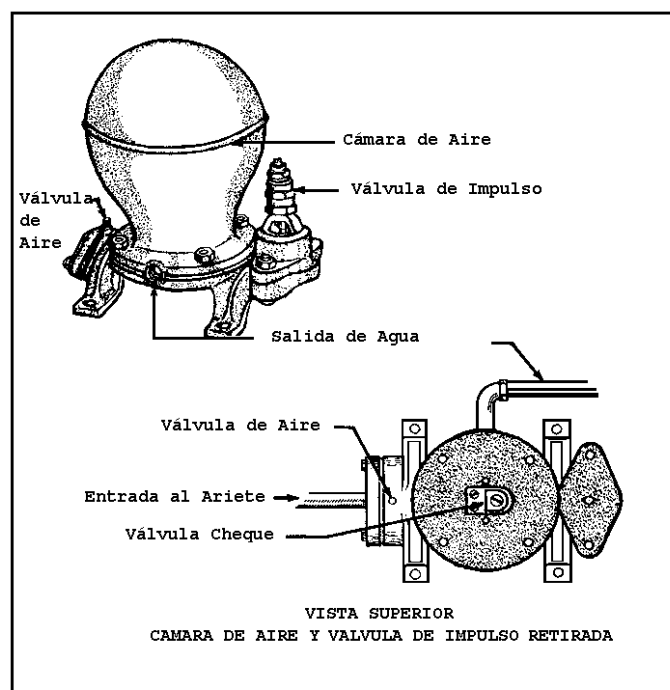
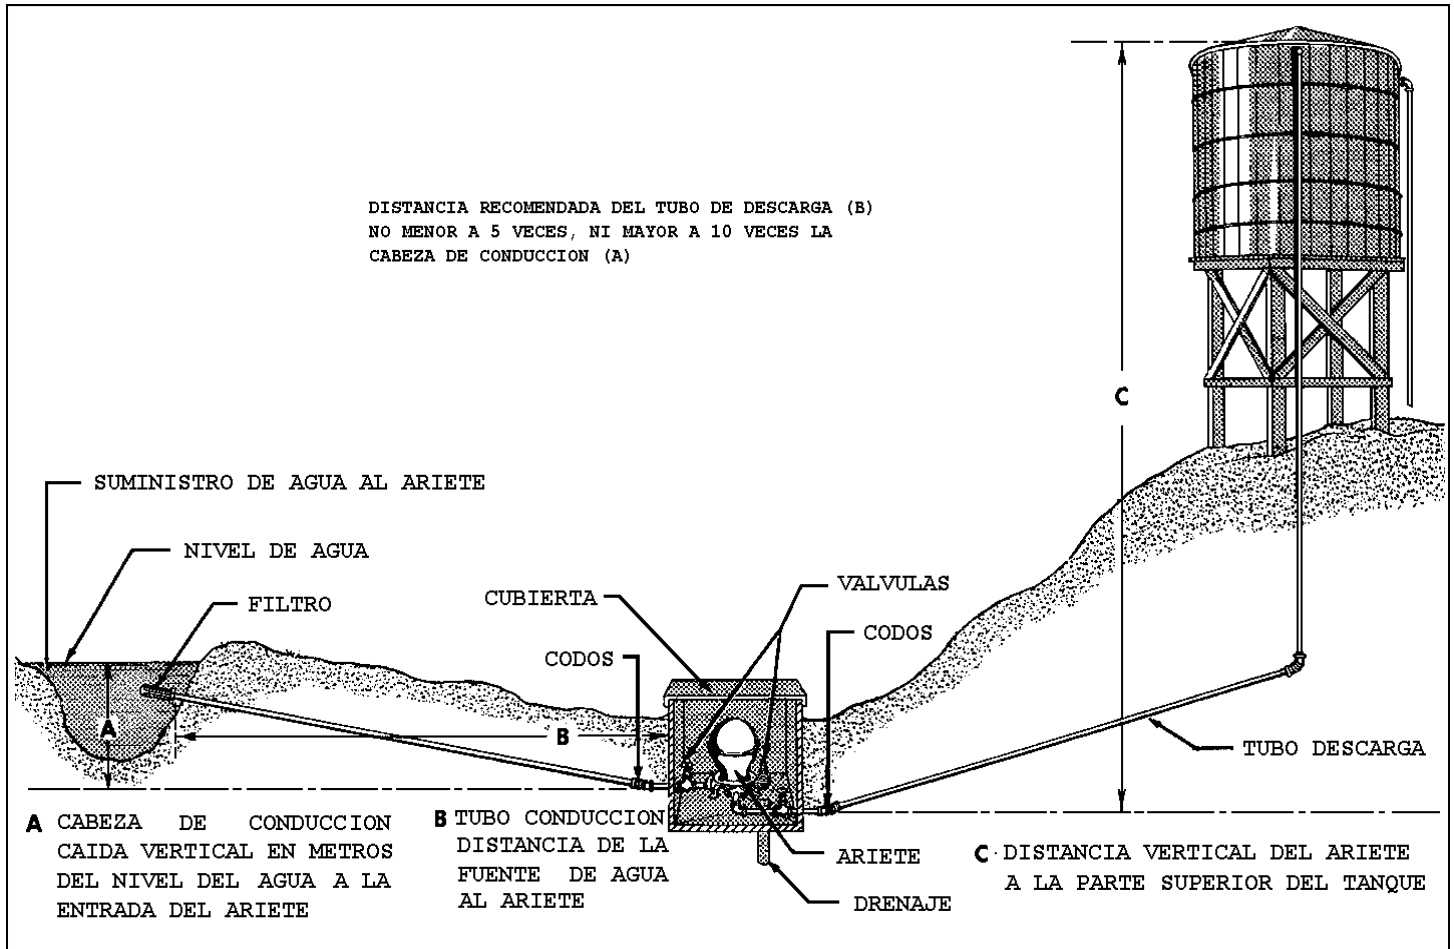
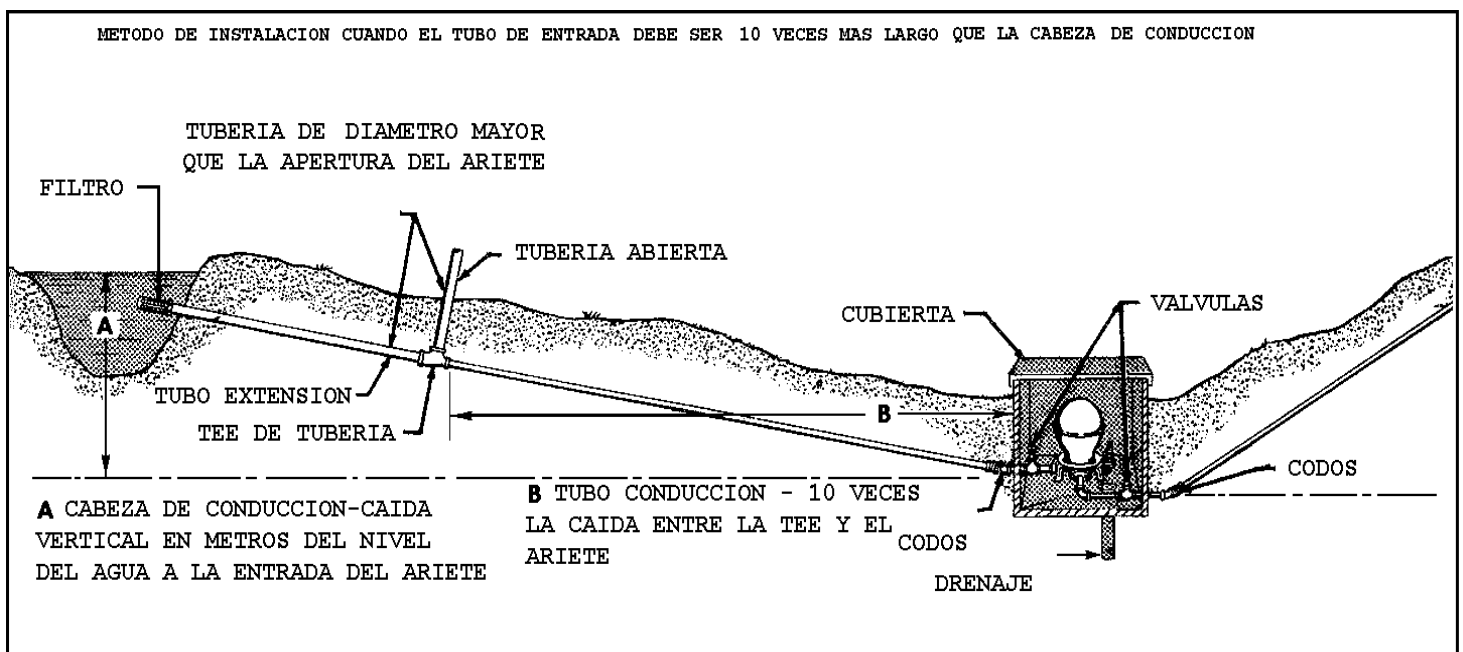

FIG. 1
FIG. 3
FIG. 4
El ariete Hidráulico "ETERNA"® es de construcción simple, únicamente posee dos partes móviles: La Válvula de Impulso y la Válvula Cheque (Fig. 1). El agua fluye desde la fuente de suministro por el Tubo de Conducción (Fig. 3), entra al ariete hidráulico y fluye hacia afuera a través de la Válvula de Impulso.
La energía se desarrolla por el peso y la velocidad del agua que fluye hacia el ariete Hidráulico. Cuando el agua logra suficiente velocidad, la Válvula de Impulso se cierra súbitamente, desviando el agua hacia la Cámara de Aire. Cuando la presión en la Cámara de Aire se iguala y sobrepasa la fuerza del agua un Impulso se desarrolla cerrando la Válvula Cheque en la Cámara de Aire y se abre la Válvula de Impulso. Cuando este impulso ocurre, una pequeña cantidad de aire entra a través de la Válvula De Entrada de Aire y es forzado en la Cámara de Aire en el siguiente ciclo de operación. Durante este tiempo, parte del agua en la Cámara ha sido forzada a salir a través del Tubo de Descarga (Fig. 3).
La operación se repite con cada ciclo, de 25 a 100 veces por minuto. La Válvula De Entrada de Aire mantiene un volumen adecuado de aire en la Cámara de Aire. El agua forzada a través del Tubo de Descarga fluye a un tanque abierto o depósito lo suficientemente alto para entregar el agua a su necesidad por la fuerza de la gravedad. (Fig. 3)
La distancia vertical entre la fuente de agua la entrada al Ariete Hidráulico "ETERNA" debe ser mínimo de un metro. Esta distancia se conoce como Cabeza de Conducción (**A, Fig. 3**).
El tubo conductor entre la fuente de agua y la entrada del Ariete Hidráulico "ETERNA" se denomina Tubo de conducción (**B, Fig. 3**). El largo del tubo no debe ser inferior a cinco veces, ni superior a diez veces la caída vertical de la fuente al Ariete Hidráulico "ETERNA" (Cabeza de Conducción).
Si las condiciones requieren el uso de un tubo de Conducción más largo, la distancia de la fuente al ariete se puede aumentar siguiendo un método alternativo de instalación, mostrado en la Fig. 4. Ahora bien, el método preferido de instalación se muestra en la **Fig. 3**.
La distancia vertical desde la salida del Ariete Hidráulico "ETERNA" a la parte superior del tanque de almacenamiento se conoce como Cabeza de Descarga (**C, Fig. 3**). La Cabeza de Descarga puede llegar a los treinta metros, pero una Cabeza de Conducción mayor será necesaria.
**TUBO DE CONDUCCIÓN.** El método recomendado de instalación se muestra en la Fig. 3. Extienda el tubo en línea recta inclinada entre el ariete y la fuente de agua. Evite utilizar demasiados accesorios, y recuerde que el tubo no debe tener menos de cinco veces la cabeza de conducción, ni más de diez veces dicha distancia.
Cuando la distancia del tubo de Conducción deba ser superior a Diez veces la Cabeza de Conducción, observe la Fig. 4 para seguir el método adecuado de instalación. Instale una TE para tubería a una distancia de diez veces la cabeza de Conducción. Se recomienda utilizar un tamaño superior de tubería en este caso. Coloque un tramo de tubo en la TE perpendicular hacia arriba y permita que dicho tramo sobresalga varios centímetros por encima de la fuente de agua.